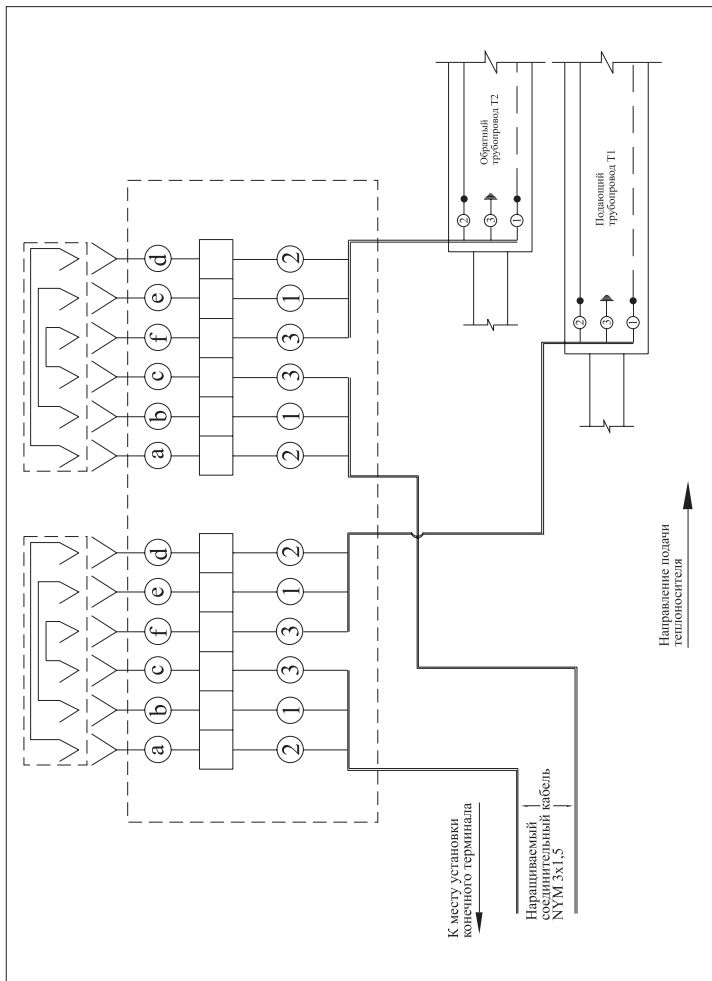

Рис. 8 «Подсоединение/наращивание кабеля к двухтрубной системе ОДК»
7. Для подсоединения/наращивания кабеля к двухтрубной системе ОДК монтаж проводников внутри терминала осуществлять по электрической схеме **Рис. 8**, а в разъем **2** установить заглушки-соединители с маркерной полосой **1б**.